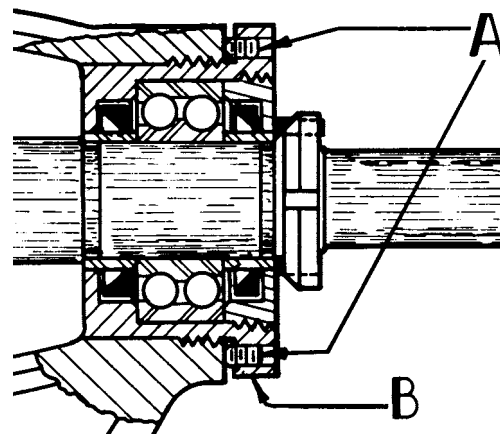

FIGURA 5
8. Afloje los dos tornillos axiales de la brida de la caja de rodamiento y retire la caja del soporte. Compruebe los cierres, la tapa y la caja de rodamiento y remplace los retenes con la posición de los labios como se indica en la **Figura 5** si no están en un estado de primera calidad.